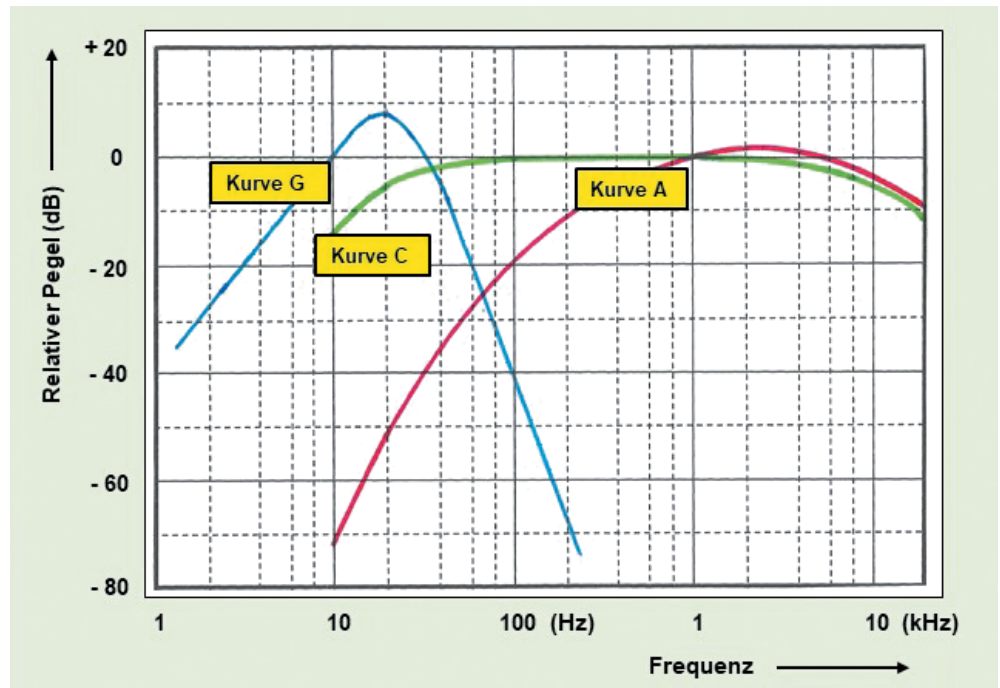

Bild 4: Bewertungskurven A und C für Schallmessungen im hörbaren Frequenzbereich, Bewertungskurve G für Schallmessungen im Infraschallbereich (nach: ISO 7196)
Für Schallmessungen im Infraschallbereich gibt es immerhin eine Bewertungskurve (G), s. Bild 4.